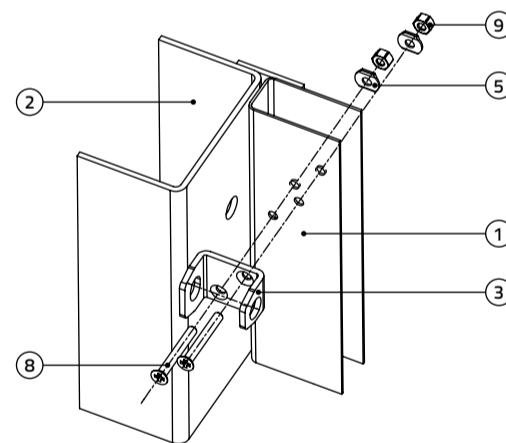

Bild 5
Wenn Sie die Grundplatte (3) am Tür-(Tor-)Flügel (1) mittels Schrauben M8 (8) befestigen, legen Sie danach die Grundplatte (3) an den Torflügel (1) an und stecken Sie die Schrauben M8 (8) durch Grundplatte (3) und Torflügel (1). Bestücken Sie von der Torinnenseite (1) die hervorstehenden Schrauben mit Unterlegscheiben (5) und verschrauben Sie sie mit Muttern M8 (9). Siehe Bild 5 in dieser Anleitung. Kürzen Sie die Schrauben M8 (8) im Bedarfsfall ein.
Wenn Sie die Grundplatte (3) am Torflügel (1) mittels Schrauben  $\varnothing 6$  mm (7) befestigen, legen Sie dann die Grundplatte (3) an den Torflügel (1) an und befestigen Sie sie mit zwei Schrauben  $\varnothing 6$  mm (7). Siehe Bild 5 in der Montageanleitung für einflügelige Türen oder Schwingtore mit Holzarge.